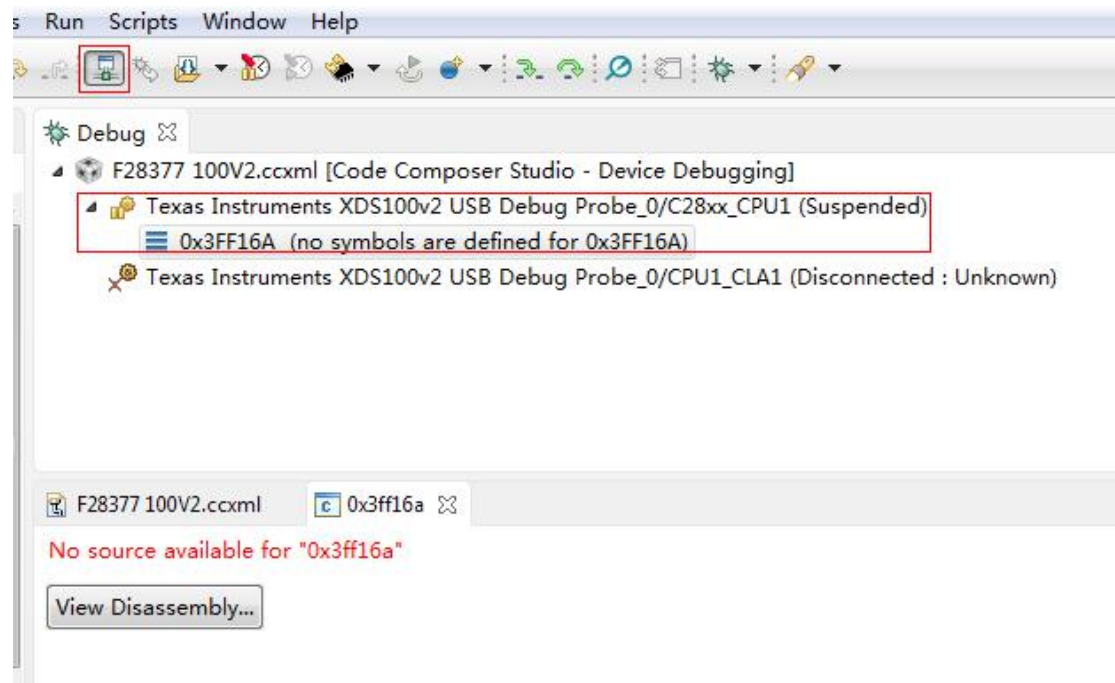

图 3-6-1 连接界面
- (1) 首先将 CCS6.1 开发环境打开;
- (2) 接着把仿真器的 USB 与电脑进行连接, 将仿真器的另一端 JATG 端插到 YX-F28335 开发板的 JATG 针处 (注意仿真器插入方向, 请仔细核对防差错针的位置);
- (3) 连接目标板, 出现如下图 3-6-1 则表示连接成功;